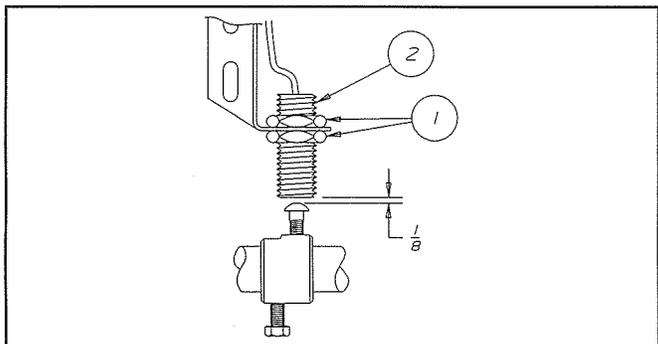

Figure 1.5.2a Shaft Sensor Gap
1. Fan Shaft Sensor (Fig. 1.5.2a & b).